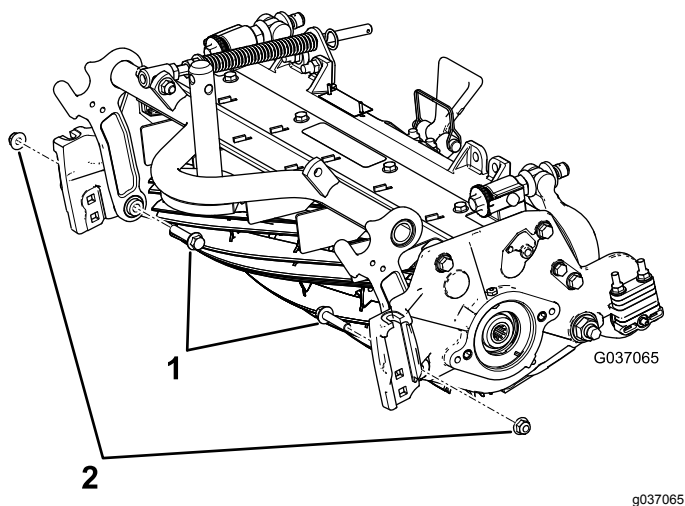

図 5
- B. フランジヘッドボルト2本をカッティングユニットの内側から取り付けてフランジナット $\frac{3}{8}$ "で固定する **図 5**。